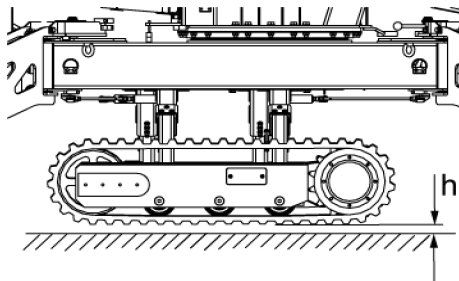

Fig. 67: Décharge du système d'entraînement à chenilles
3. → Monter la machine avec les appuis, jusqu'à ce que le système d'entraînement à chenilles soit juste déchargé (Voir la Fig. 67/h = maxi. 20 mm) (↳ Chapitre 6.5 « Mettre la machine en position de travail » à la page 70).